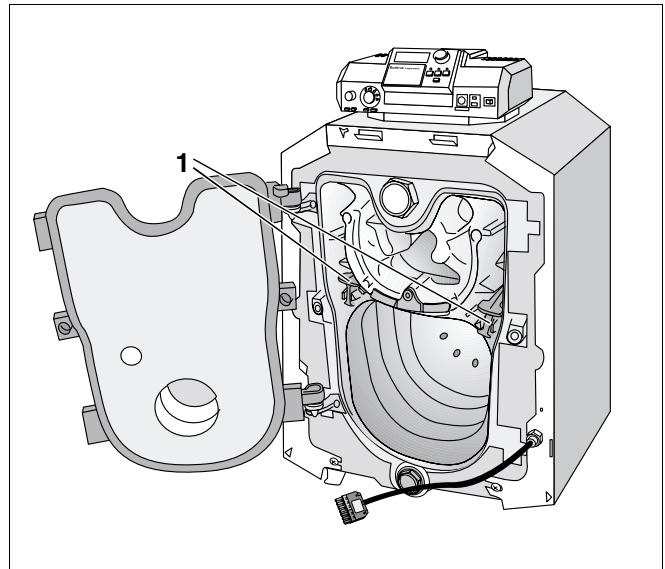

Fig. 34 Røykgass-styreplater i vannrett posisjon
Før anlegget settes i drift skal røykgass-styreplatenes posisjon kontrolleres. Platene må stå i vannrett stilling (fig. 34).
Endring av røykgass-styreplatenes posisjon (fig. 34, **pos. 1**):
- Trekk røykgass-styreplatene (fig. 34, **pos. 1**) litt ut av røykgasskanalene.
- Sett røykgass-styreplatene (fig. 34, **pos. 1**) i vannrett stilling (fig. 34).
- Skyv røykgass-styreplatene (fig. 34, **pos. 1**) inn i røykgasskanalene.